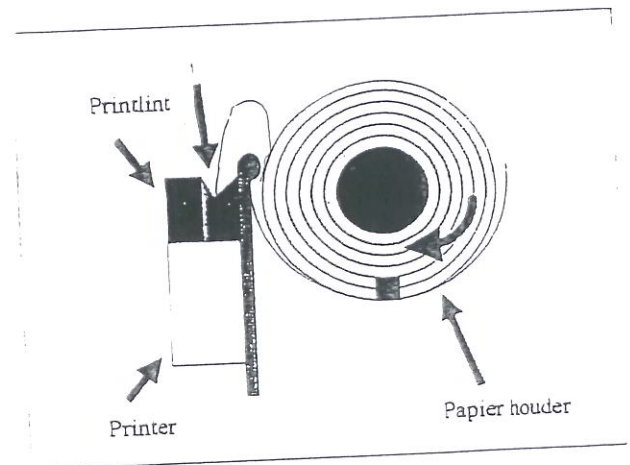

Fig. 19 Papierhouder (zijaanzicht)
- Plaats de nieuwe rol papier in de papierrolhouder. Overtuig u ervan dat het papier in de juiste richting rolt (Fig. 19);
- Voer het papier in het papiertransportsysteem van de printer (Fig. 19 pos. 1);